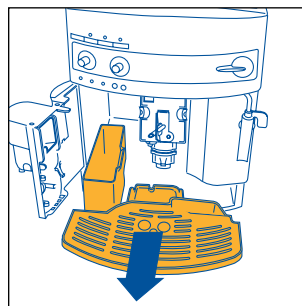

Fig. 16
NOTA 7: la máquina cuenta la cantidad de cafés que se sirven. Cada 14 cafés individuales (o 7 dobles), el piloto 📊 se enciende de manera fija (cap. 12 punto 3) advirtiendo que el recipiente de los posos está lleno y que hay que vaciarlo y limpiarlo. Hasta que no se limpia el recipiente de los posos, el piloto queda encendido y la máquina no puede hacer el café. Para limpiar, abra la portezuela de servicio situada en la parte delantera tirando de la manija correspondiente, fig. 15; se enciende el piloto 🔔 que parpadea (véase § 12 punto 9), entonces extraiga la bandeja recogegotas (fig. 16) vacíela y límpiela. Vacíe y limpie muy bien el recipiente de los posos procurando eliminar todos los residuos que puedan estar depositados en el fondo. Seque también las gotas de condensado que se depositen en el interior de la máquina, abajo de la bandeja recogegotas. **IMPORTANTE:** cuando se extrae la bandeja recogegotas es **OBLIGATORIO** vaciar siempre el recipiente de posos de café incluso si está poco lleno. Si esta operación no es efectuada, puede suceder que, cuando se preparan otros cafés, el recipiente de posos se llene más del previsto y que la máquina se atasque de pastillas usadas.
- extraiga la bandeja recogegotas y el recipiente de los posos (fig. 16) y lávelos;